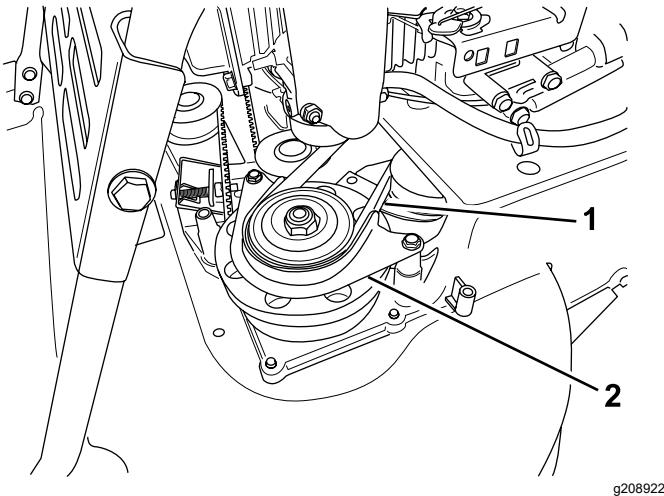

Figure 38
7. Déposez la protection de la courroie du BBC (Figure 38).